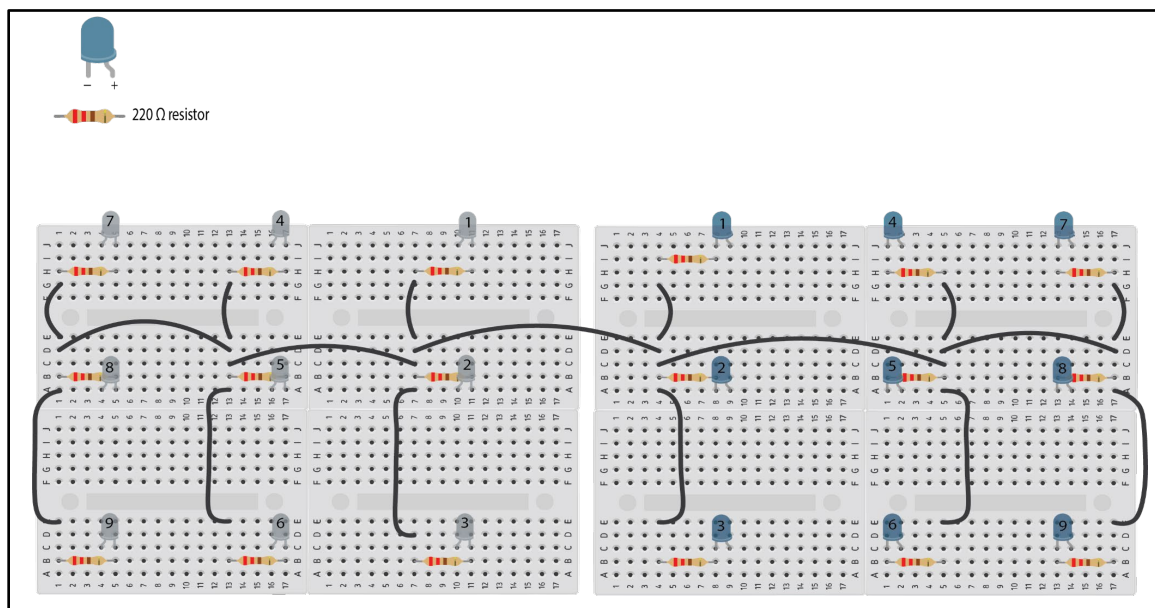

图 4： LED 接线示意图。左侧显示白色 LED 灯珠阵列 的接线方式，右侧显示红外 LED 灯珠阵列的接线方式。*请注意，这两组电路是镜像对称的，因为它们之后会以 “上下叠放” 方式叠合在一起，白光 LED 灯珠阵列朝上，红外 LED 灯珠阵列朝下（如图 5 所示）。
- 将四块微型实验板组成两组，并按照下图（参见图 4），所示的方向摆放。务必确保微型实验板的方向与图示完全一致，因为在安装时，红外 LED 灯珠阵列与白光 LED 灯珠阵列将会在外壳中上下叠放。
- 按照下图所示，将每颗 LED 灯珠放置在微型实验板上。位置必须与示意图一致，以确保覆盖 LED 面板的 3D 打印组件能够正确贴合。*务必确保 LED 灯珠的极性 (+/-) 方向正确。在图 4 中，左侧微型实验